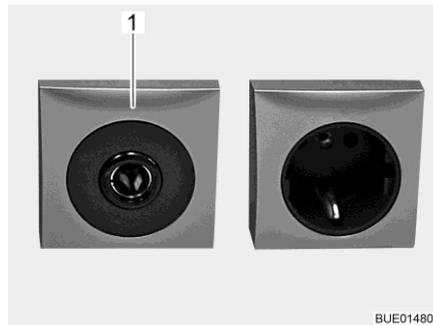

Fig. 180 Caja de enchufe 12 V/10 A
- ▷ Conectar únicamente aparatos con máximamente 10 A a las cajas de enchufe (Fig. 180,1) de la red de a bordo de 12 V.